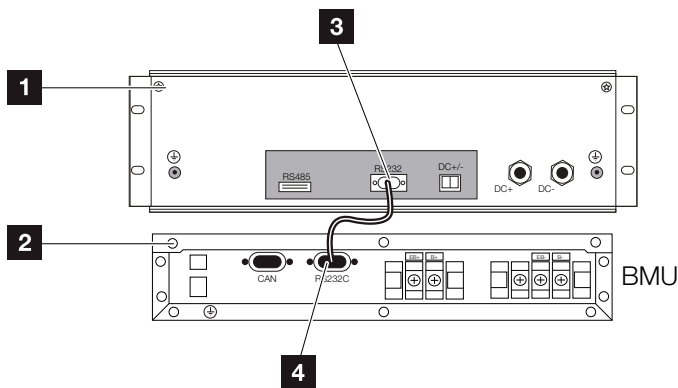

Abb. 25: Anschluss Datenleitung Switch Box - Controller BMU
1. Stecken Sie das mitgelieferte RS232 Kabel an den RS232 Anschluss der PIKO Battery Li Switch Box und verbinden diese mit dem RS232C Anschluss des Controllers BMU. **Abb. 25**